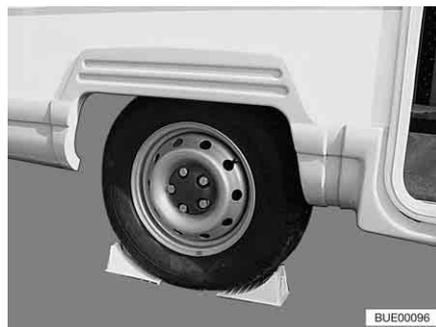

Fig. 248 Calce o veículo
- Calce o veículo com niveladores de rodas ou objetos adequados semelhantes na roda do lado oposto, para travar o veículo (Fig. 248).